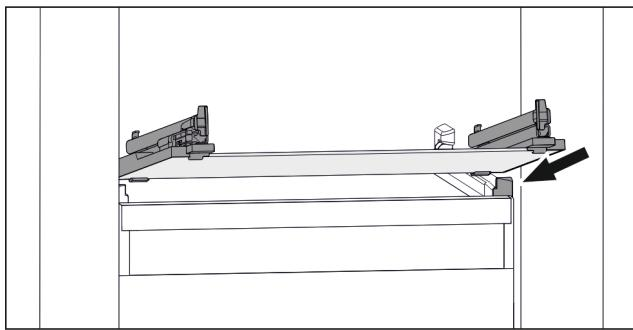

Fig. 28 Приближене відображення скляної пластини
- Встановити скляну пластину за стопорами навскиоси. (див. Fig. 28)